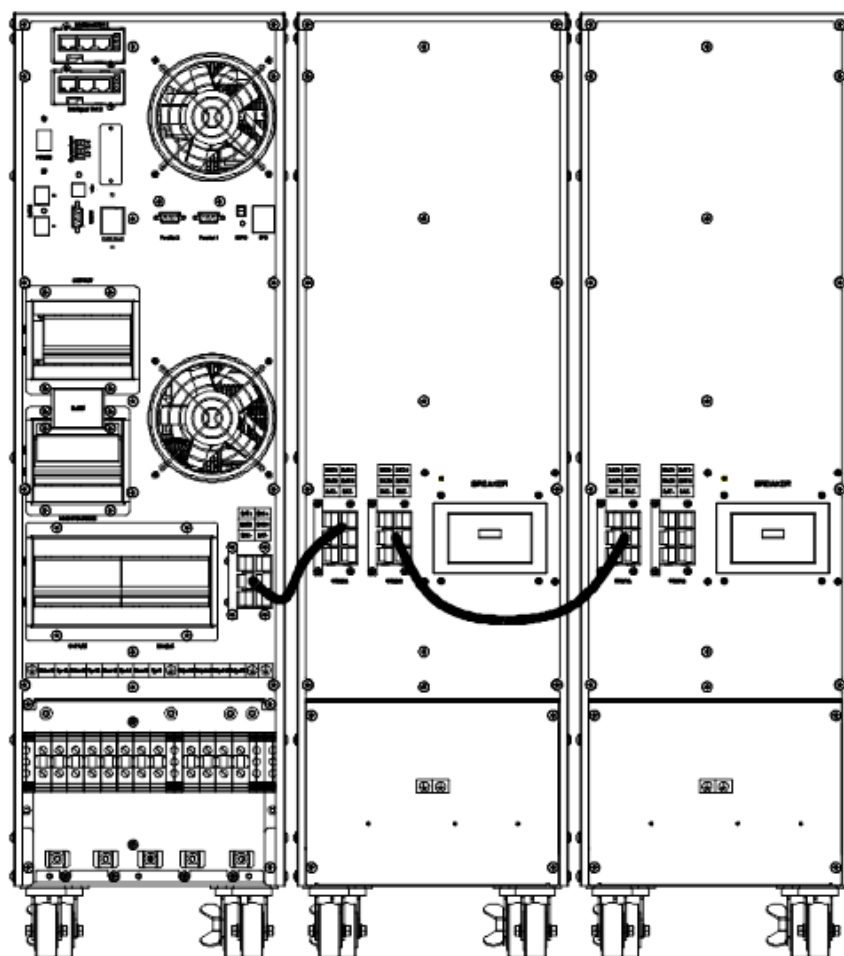

Figure 3-19 : Connexion des batteries de 10 kVA, 15 kVA et 20 kVA
1. Installer et câbler l'onduleur comme illustré à la Figure 3-19.